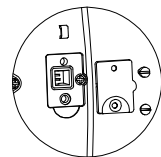

Figura 4-2. Pines LFT
2. Retire la cubierta de seguridad que se encuentra en la parte inferior de la báscula para acceder a las dos patillas que están ubicadas en una ranura (consulte la figura 4-2). Cortocircuite estas patillas (puede utilizar un destornillador de hoja plana mientras **enciende** la báscula. La báscula realizará el procedimiento de puesta en funcionamiento y después mostrará el estado actual [L F t OFF] (LFT OFF, unlocked) o [L F t ON] (LFT OFF, locked), pulse la tecla 'No' para cambiar esta configuración, o pulse la tecla 'Yes' para confirmarla.